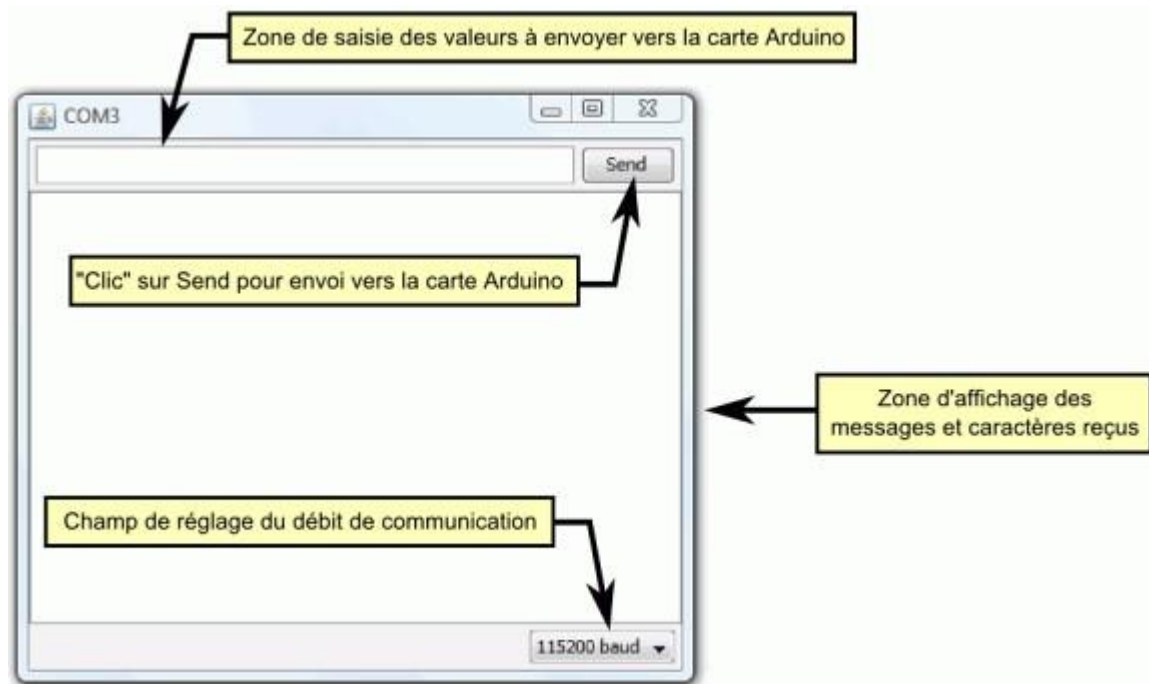

Figure. 9 Le moniteur série (Terminal série).
- Un **TERMINAL SERIE** (Figure. 9) qui permet d'afficher des messages textes reçus de la carte Arduino et d'envoyer des caractères vers la carte Arduino. Cette fonctionnalité permet une mise au point facilitée des programmes, permettant d'afficher sur l'ordinateur l'état de variables, de résultats de calculs ou de conversions analogique-numérique : un élément essentiel pour améliorer, tester et corriger ses programmes.